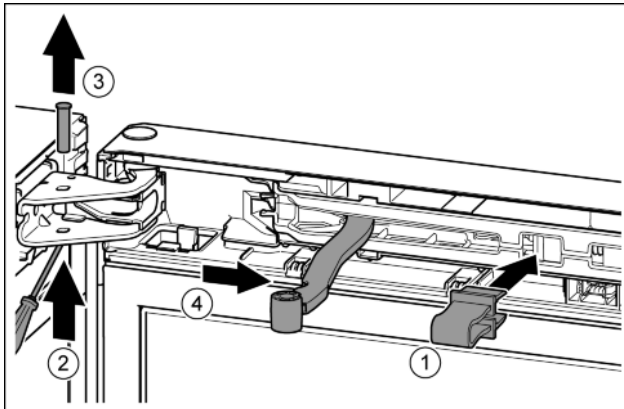

Fig. 10
- Sicherung in Öffnung einrasten. *Fig. 10 (1)*
- Bolzen mit Schraubendreher herausschieben. *Fig. 10 (2)*
- Bolzen nach oben herausnehmen. *Fig. 10 (3)*
- Gelenk in Richtung Tür drehen. *Fig. 10 (4)*